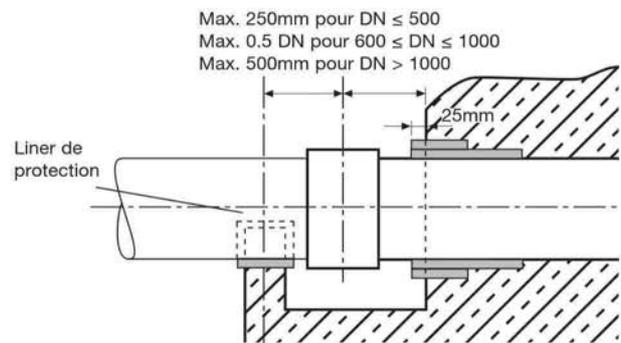
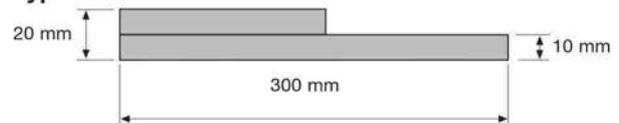

Figure 6-4 Solution B : Utilisation de joint élastomère
Figure 6-5 Configuration des bandes élastomériques
Quand A n'est pas possible, entourez autour du tuyau (**figure 6.4**) une bande de caoutchouc (ou plusieurs) (**tableau 6.1** et **figure 6.5**) avant de verser le béton de façon à ce que le caoutchouc forme une épaisseur de 25mm autour du tuyau. Faire sortir le tuyau pour que le premier raccord visible soit positionné comme décrit sur la **figure 6.4**. Une attention particulière doit être apportée à minimiser le tassement différentiel du béton armé et du tuyau en établissant de bonnes fondations. Des tassements différentiels créent des tensions au sein du tuyau et peuvent entraîner des fissures.
- 1 Position montrée dans les **figures 6.4** et **6.5**.